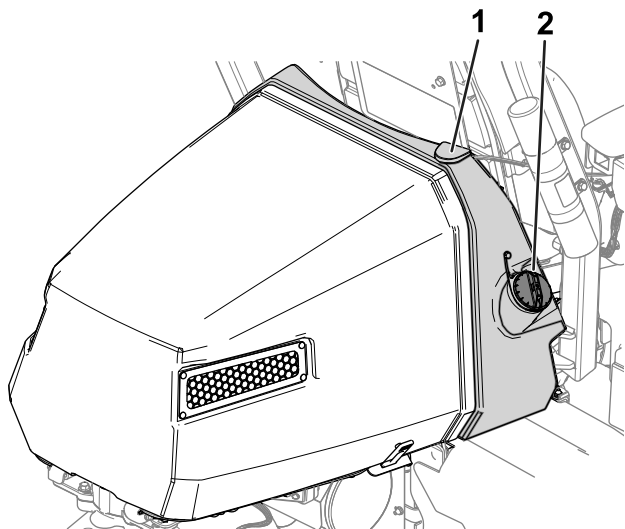

Figura 35
2. Limpie alrededor del tapón de combustible y retírelo (Figura 35).